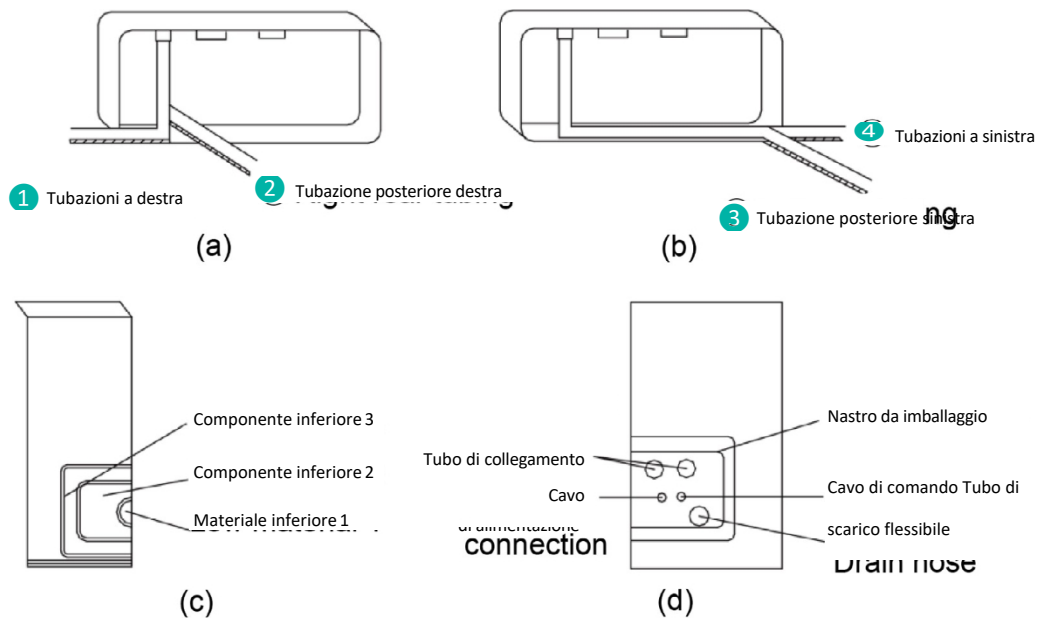

Fig. 5.6
- 1 Quando si installano le tubazioni e il cablaggio sul lato sinistro o destro dell'unità interna, è necessario praticare le aperture per il tubo a sinistra sul supporto dell'unità. (Vedi Fig. 5.6)
- 2 Far passare il tubo e il cavo nell'apertura prevista dopo averli fissati (vedere Fig. 5.6 (d)).